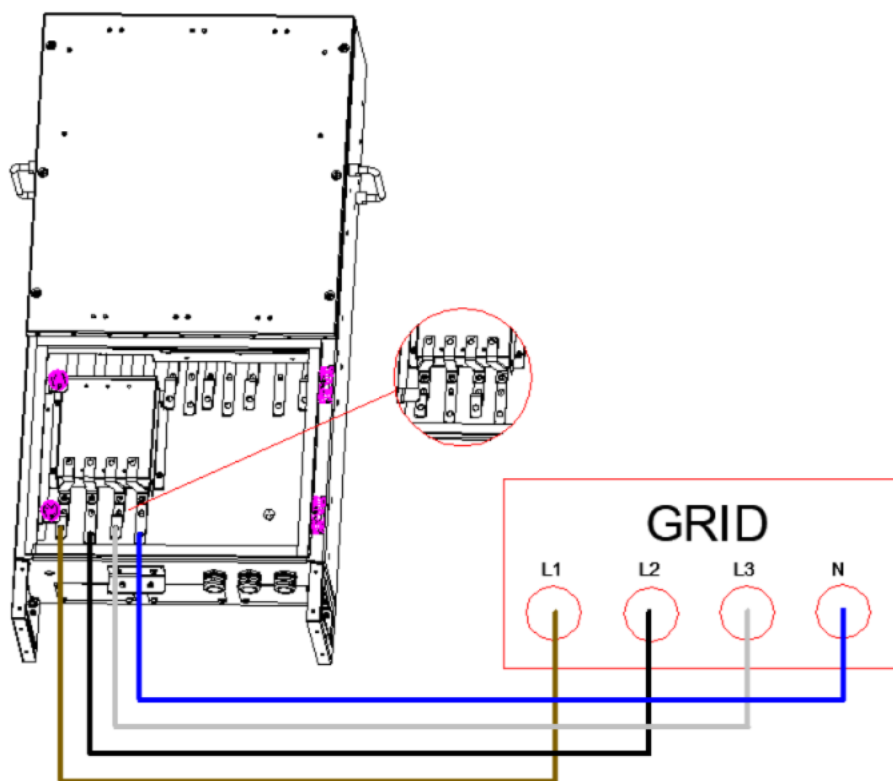

Abb. 4-24. Darstellung der ATS- und GRID-Verkabelung
1. Schließen Sie das positive PV-Kabel des PV-Strings durch die PV+ Einlassöffnung an und verbinden Sie es mit dem positiven Anschluss des DCDC-Moduls. Siehe Abbildung 4-24.
2. Verbinden Sie das negative PV-Kabel des PV-Strings mit dem negativen Anschluss des DCDC-Moduls, indem Sie es durch die PV-Eingangsoffnung führen (siehe Abbildung 4-24).